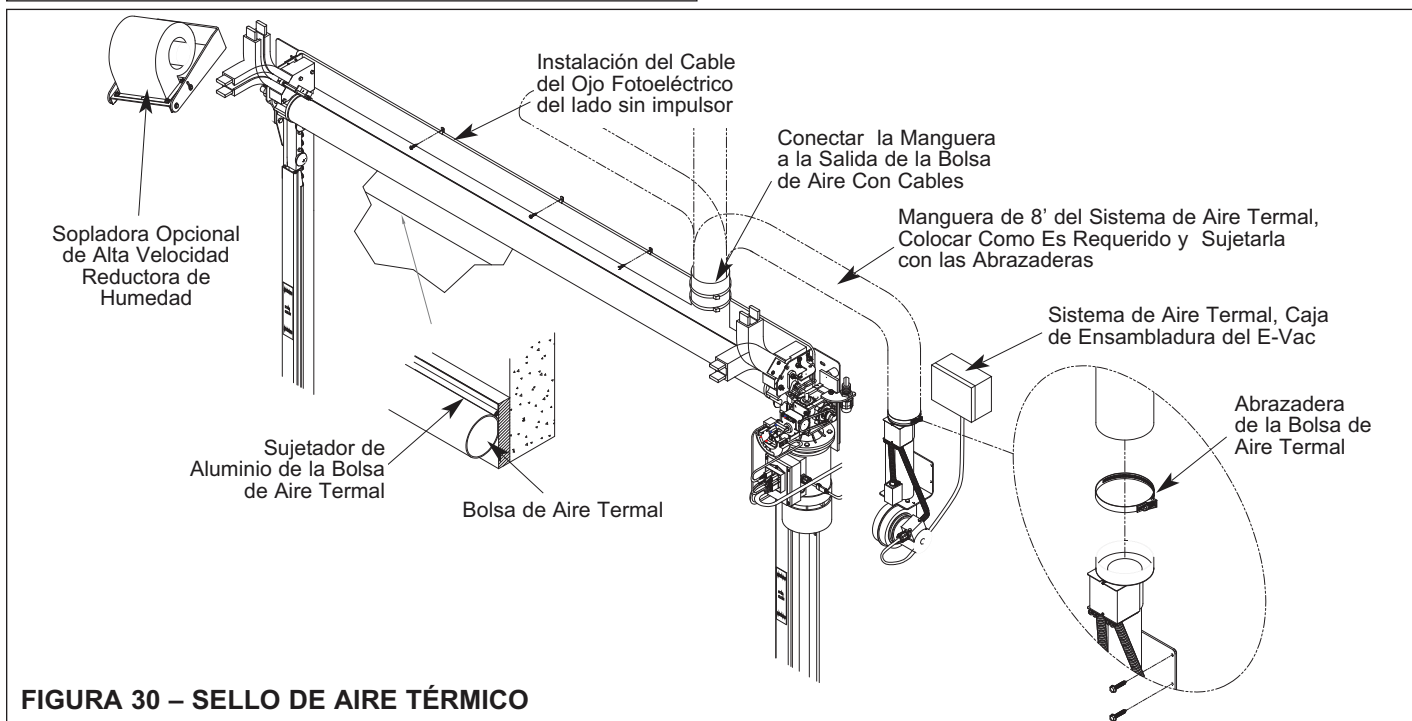

**FIGURA 27 – CORTINA FR**
9. Sujetar el soporte superior del rodillo de la cortina sobre el apoyo superior de la cortina (FasTrax FR), si se quitó anteriormente (FasTrax). Nota, las puertas FR también necesitarán tener la taza del extractor atada al soporte del rodillo de la cortina, Figura 27.
11. Sujetar la manguera a la taza del extractor en el sujetador del rodillo, Figura 27.